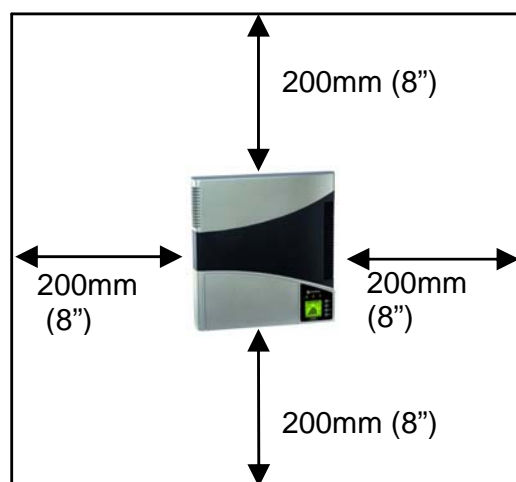

Abb. 5 Montagebedingungen
- Um die Einheit herum ausreichend Freiraum belassen, um so die Installation und die Instandhaltung zu erleichtern (siehe Abb.5).